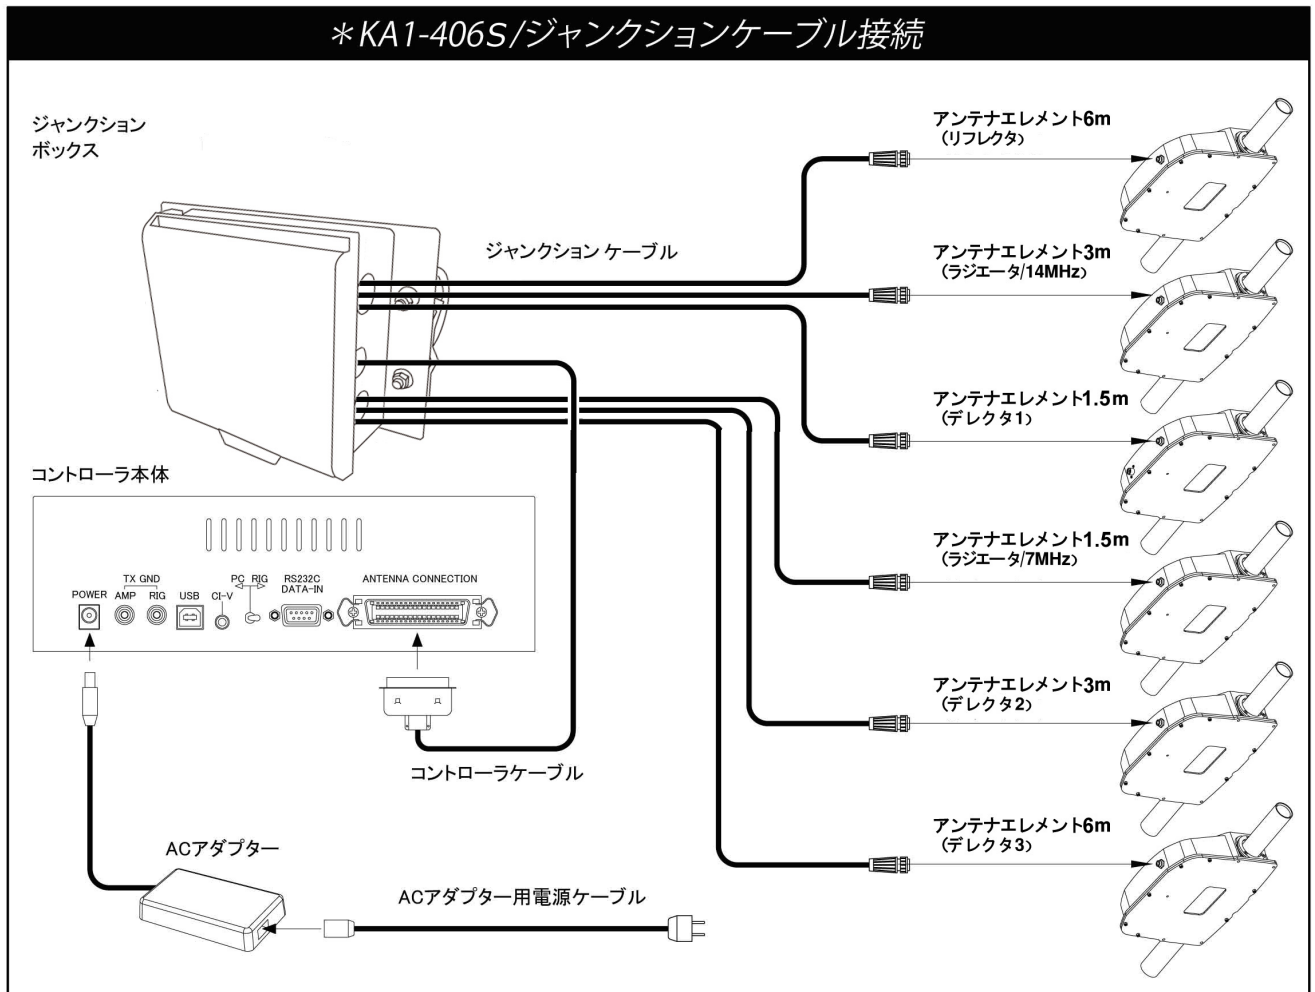

図 2
*「図2」は概略配線図です。
*AEU・ジャンクションボックス・ジャンクションケーブル・コントロールケーブル・コントローラは「図2」の様に接続します。
[図2参照]